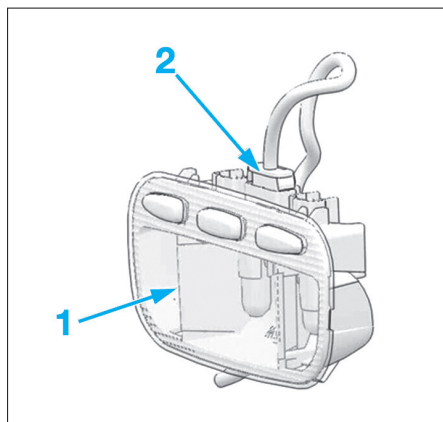

Fig. 91
- Décliper le plafonnier (1) vers l'arrière, puis débrancher le connecteur (2) (Fig.91).